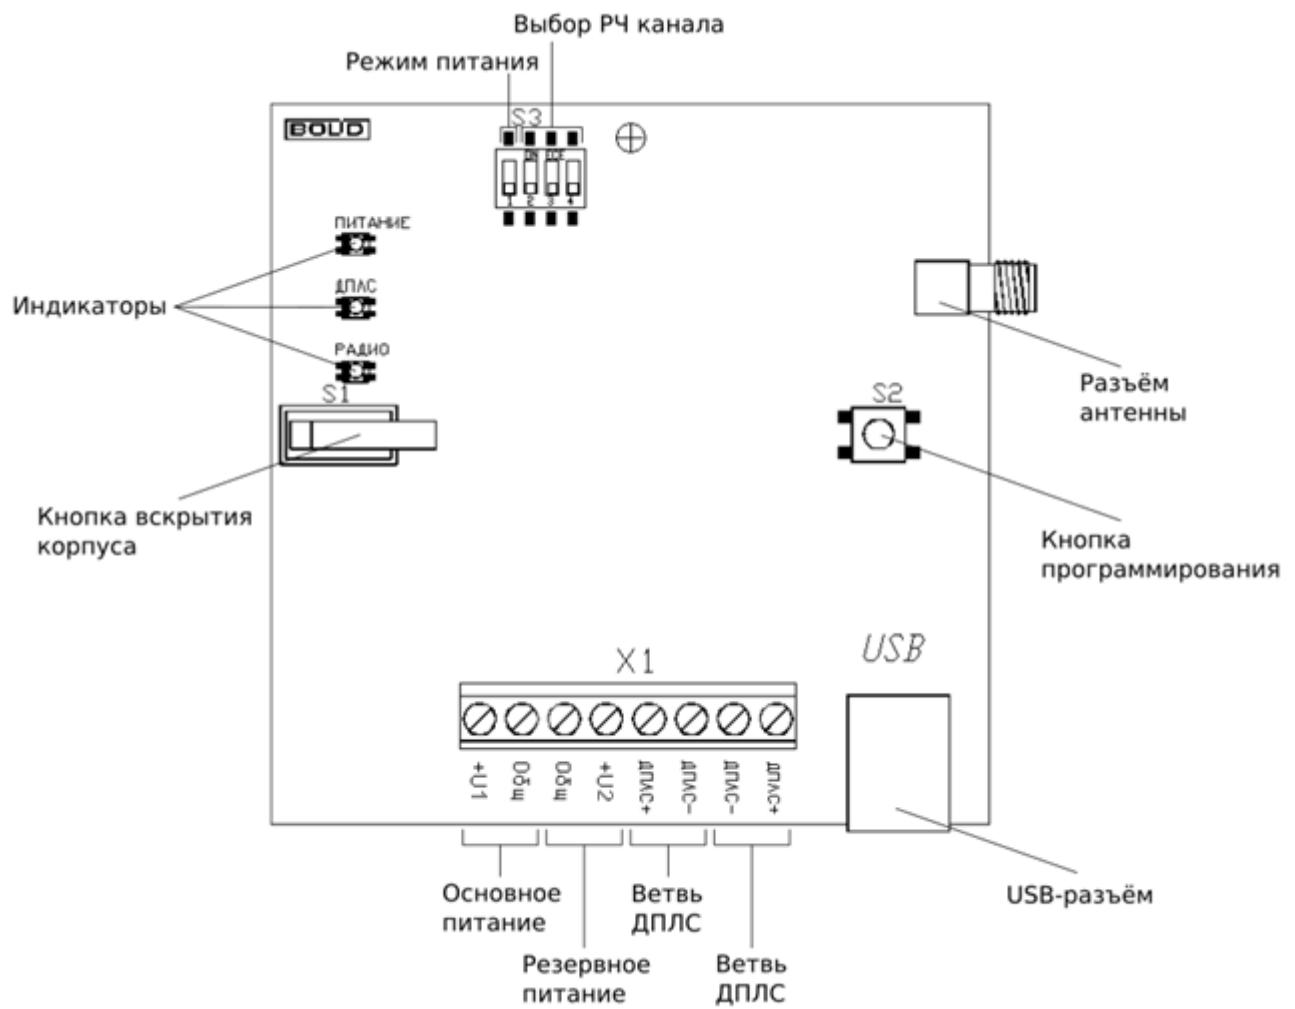

Рисунок 2.2 Расположение элементов на плате
На плате прибора располагаются клеммы проводных подключений и органы управления прибором (см. Рисунок 2.2):
Выбор режима питания осуществляется при помощи переключателя S3.1, расположенного на плате прибора (см. Рисунок 2.2). Значение положений переключателя приведено в Таблице 2.1.
В режиме питания от внешних источников, подключаемых к клеммам радиорасширителя (см. Рисунок 2.2), при штатной работе системы отсутствует потребление из сети ДПЛС. В данном режиме APP32 контролирует напряжение внешних источников питания, которое должно находиться в диапазоне от 9 до 28 В.
Выбор РЧ канала вручную осуществляется при помощи переключателей S3.2—S3.4, расположенных на плате прибора (см. Рисунок 2.2).
Процедура запускается посредством комбинации нажатий кнопки программирования S2 (см. Рисунок 2.2) «двойное короткое – длинное». Процедуру также можно запускать командой с ПК, при помощи программного средства «Конфигуратор С2000Р» (см. Раздел 2.3.4).
При необходимости процедуру можно прервать, для этого следует произвести одновременное короткое нажатие на кнопку программирования S2 и кнопку вскрытия корпуса S1 (см. Рисунок 2.2).
- При открытом корпусе APP32, на кнопке программирования **S2** (см. Рисунок 2.2) произвести комбинацию нажатий **«однократное короткое – длинное»**. Также управление режимом подключения доступно на ПК, при помощи программного средства «Конфигуратор С2000Р» (см. Раздел 2.3.4);